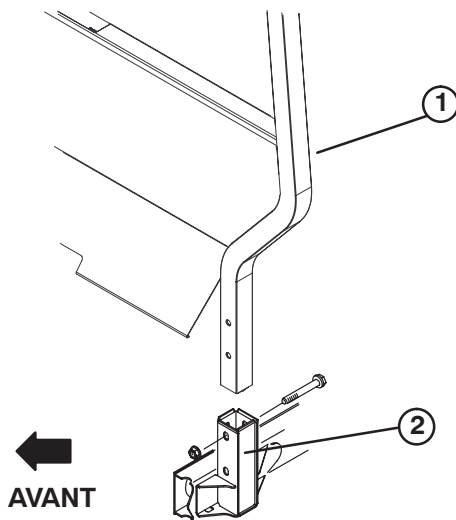

Figure 6
1. Insérez chaque côté de la structure ROPS dans le support de montage de chaque côté du châssis et positionnez-la comme illustré à la Figure 6.